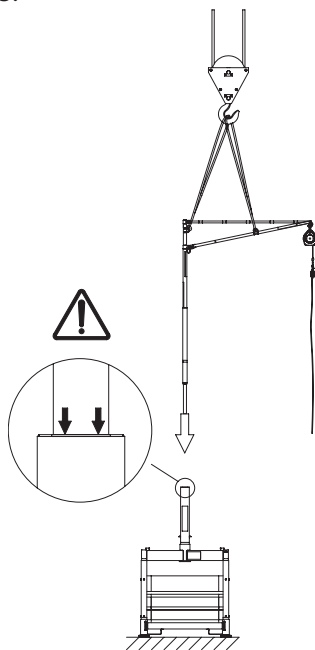

Figura 30. Colocación de la unidad SkyReach en la columna superior 4.7. Tenga cuidado con la grúa y su movimiento para evitar lesiones.
11. Utilice una grúa para levantar el sistema de anclaje SkyReach montado y para bajarlo en la columna superior 4.7 o en el adaptador SkyReach 5.9; ver Figura 30. Utilice el gancho de alcance para guiar al SkyReach hasta su posición si es necesario. Asegúrese de que se ha insertado la longitud correcta de SkyReach, compruebe la posición de la etiqueta de marcado de inserción. El borde superior de la columna o la manga del adaptador deben estar alineados con el borde inferior de la etiqueta; consulte la Figura 30.